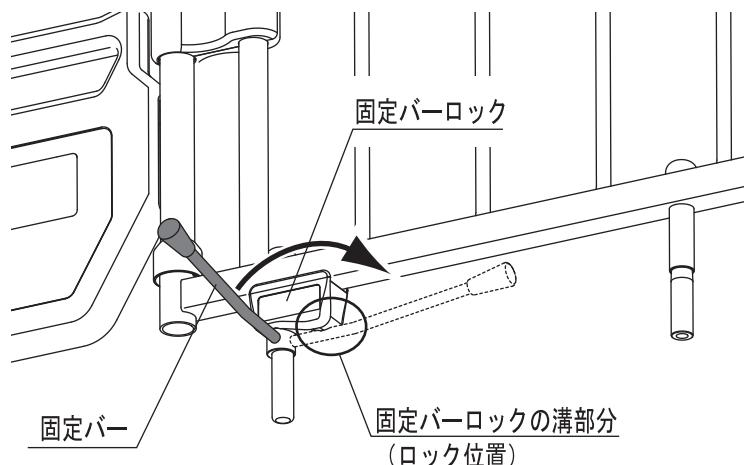

図 3
- 固定バーは図3のようにサイドレールと水平位置にすることでロックがかかります。差し込み後は固定バーロックの溝部分に入るまで回してサイドレールをロックしてから使用してください。